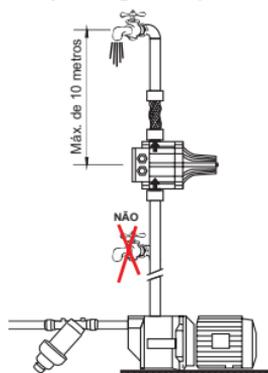

Figura 2
5.2 Não instalar nenhum ponto de consumo (torneira) entre a bomba e o pressostato (ver figura 2).